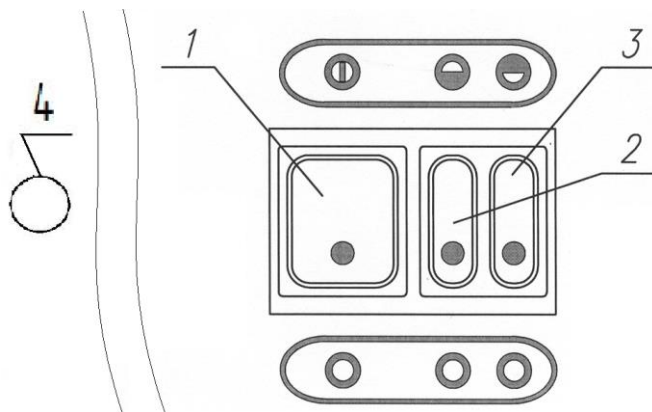
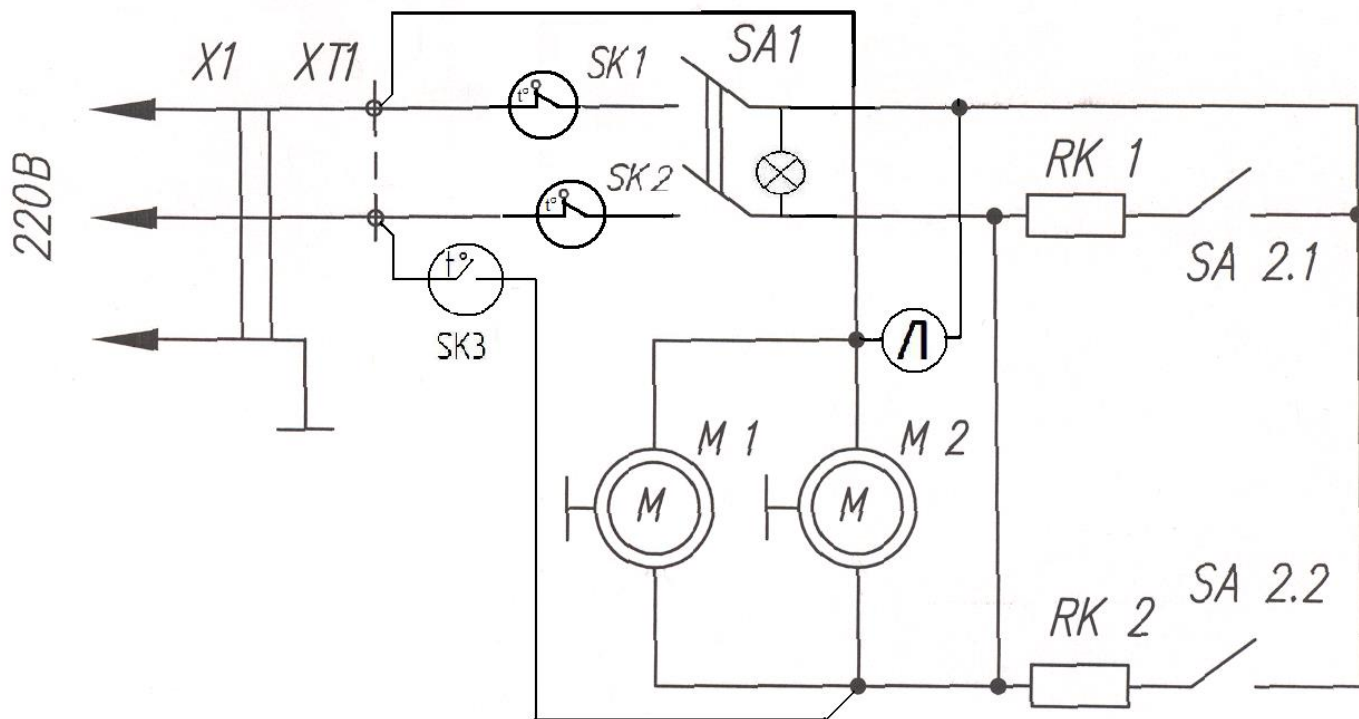

Рис. 1 Клавиши управления
Рис.2 Схема электрическая принципиальная
Тепловая завеса состоит из корпуса, на котором установлены два вентилятора и два нагревательных элемента. Сверху завеса закрыта обтекаемым кожухом. Забор воздуха осуществляется через отверстия в кожухе, выход через жалюзи в корпусе. Справа от жалюзи на корпусе находятся клавиши управления тепловой завесой. Схема электрическая принципиальная приведена на рис.2. Положение клавиши управления на рис.1.
- 7.1.1 Для включения режима воздушной завесы необходимо включить клавишу сетевого выключателя (поз.1, рис.1) в положении ①, при этом включаются вентиляторы и загорается подсветка клавиши, создается режим «воздушный занавес».